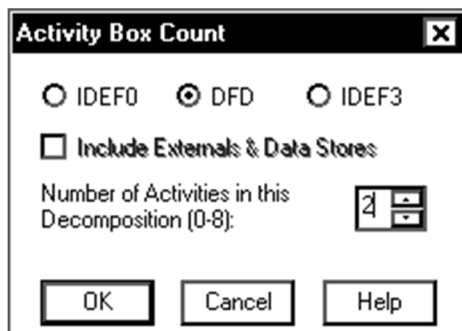

Рис. 25. Количество работ DFD
3. В окне **Activity Box Count** выберите количество работ 2 и нотацию ☉DFD (рис. 25). Нажмите ОК.